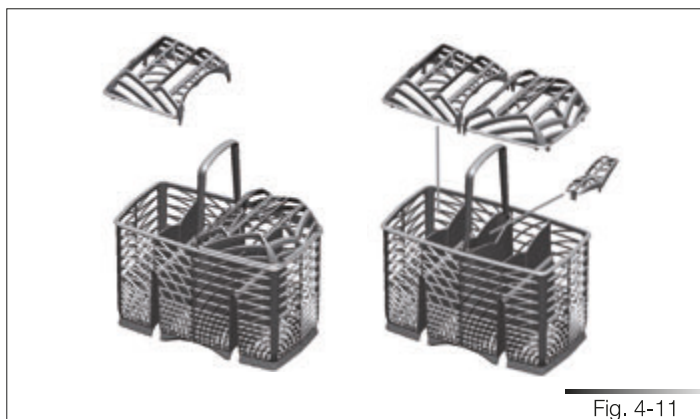

Fig. 4-11
4.3.2 Panier à couverts (voir fig. 4-11/ 4-12 selon les modèles)